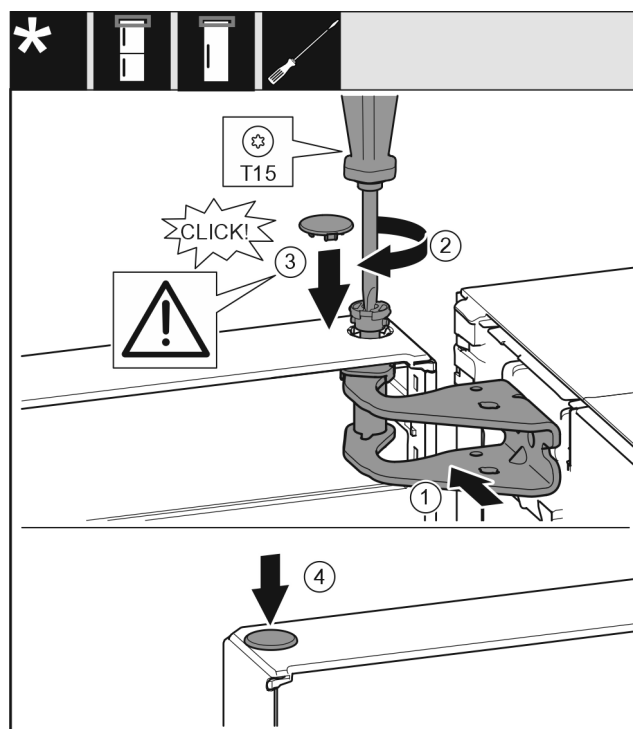

Fig. 19
- Orienter la porte en haut pour l'ouverture dans le support de palier. Fig. 19 (1)
- Poser le boulon et le visser avec un tournevis T15. Fig. 19 (2)
- ▶ Monter le cache de sécurité pour sécuriser la porte : Mettre en place le cache de sécurité et vérifier qu'il repose sur la porte. Sinon, enfoncer à fond le boulon. Fig. 19 (3)
- ▶ Mettre le bouchon en place. Fig. 19 (4)